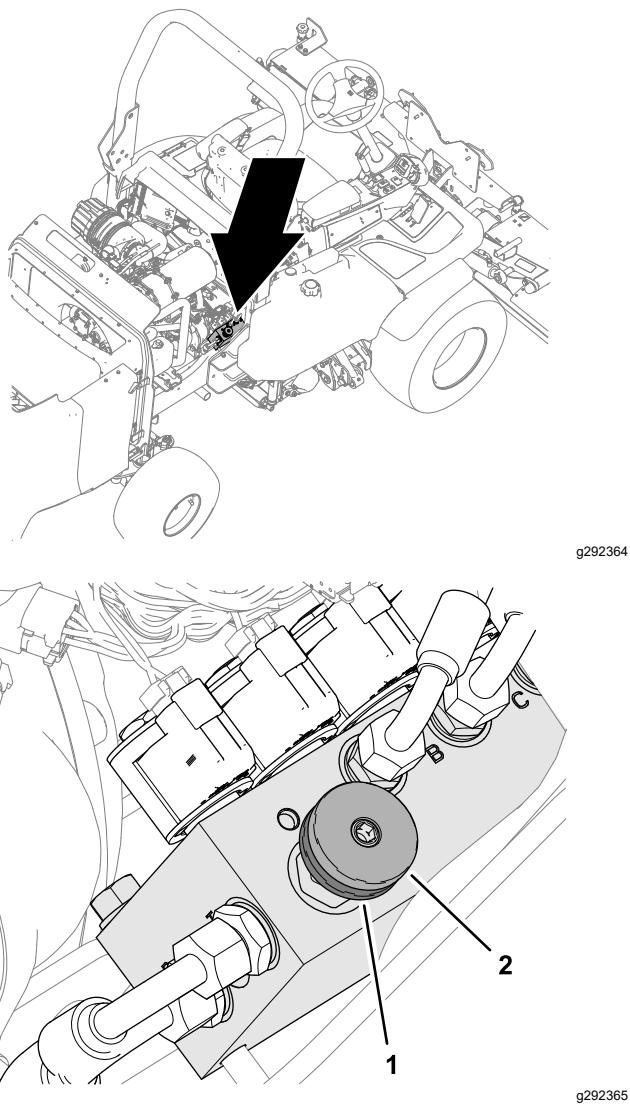

Figure 32
2. Sur le côté droit de la machine, desserrez la molette de verrouillage du collecteur de transfert de poids d'un demi tour dans le sens antihoraire, tout en immobilisant le volant (Figure 32).
3. Tournez le volant de réglage du transfert de poids (Figure 32) comme suit :
4. Serrez la molette de verrouillage (Figure 32).